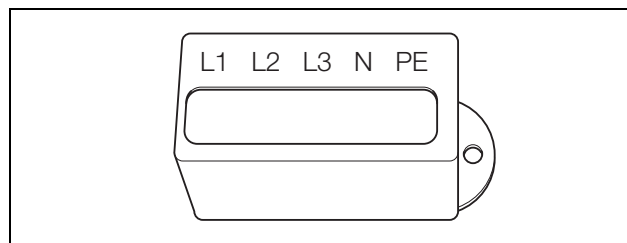

Figura 13: Tapón de sellado para borne de conexión CA
- Pase el tapón de sellado (figura 13) por el cable de red. El tapón de sellado es obligatorio en Italia.